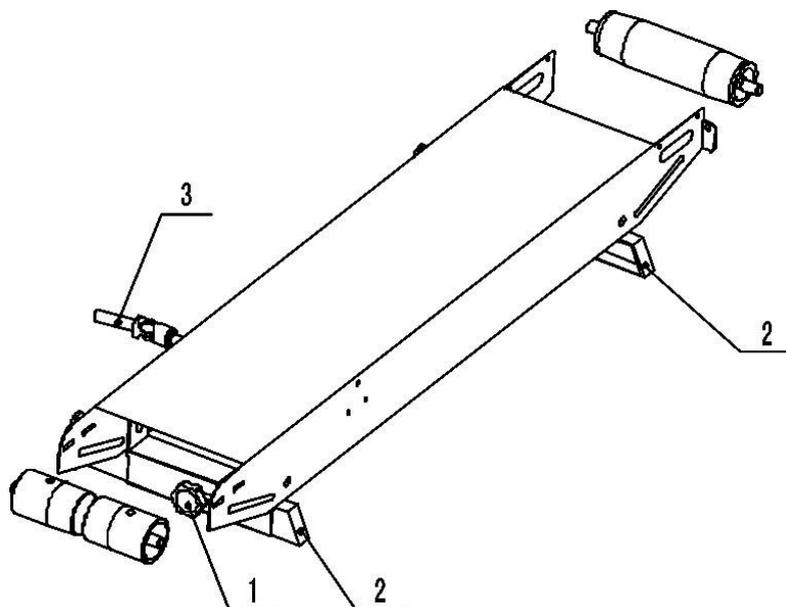

Рис. 4
- б) Поперечная регулировка конвейерного стола: ослабьте регуляторы (1) с двух сторон. Затем продвиньте стол по пазам вдоль упорных подставок (2). Затяните рукоятки с двух сторон после выполнения регулировки. (см.рис. 4)